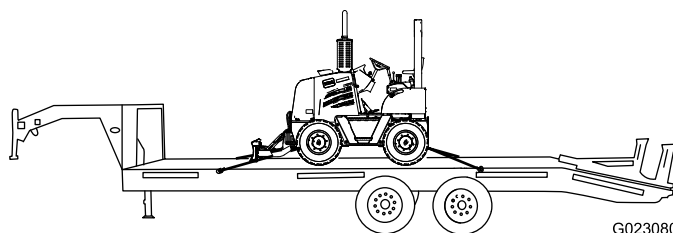

Figura 28
9. Assicurate la parte frontale della macchina al rimorchio mediante cinghie e un dispositivo di legatura (Figura 28).
10. Assicurate la parte posteriore della macchina al rimorchio mediante catene e un dispositivo di legatura (Figura 28).